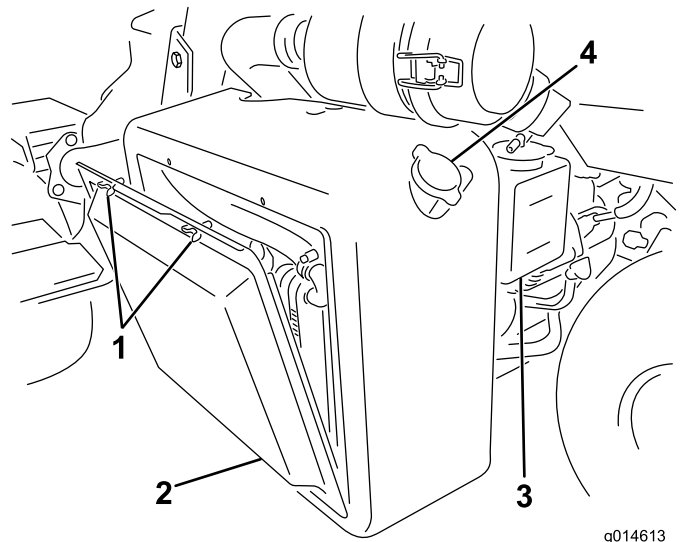
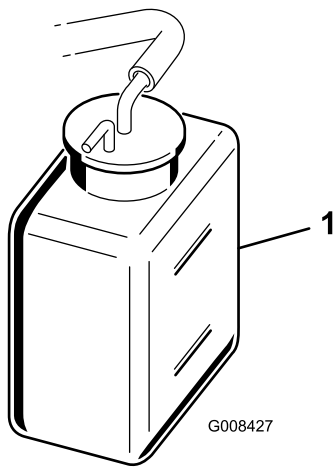

Figura 35
Figura 36
1. Retire la rejilla del radiador (Figura 35).
2. Compruebe el nivel de refrigerante (Figura 35 y Figura 36).